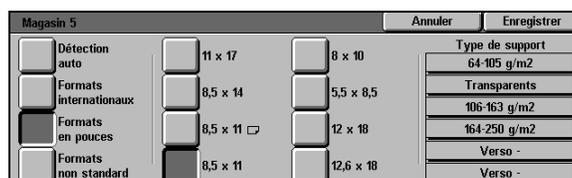

Figure 26 : Formats en pouces
- Appuyez sur **Formats en pouces** puis sélectionnez l'un des formats proposés comme par exemple 8,5 x 11 ou 11 x 17 po (voir la figure 26).